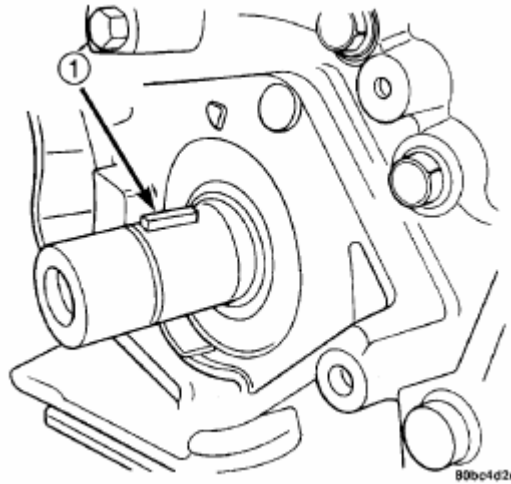

Рис. 83. Шпонка коленчатого вала.
- (6) Снять шпонку коленчатого вала (Рис. 83).
- (6) Установить шпонку коленчатого вала (Рис. 83).